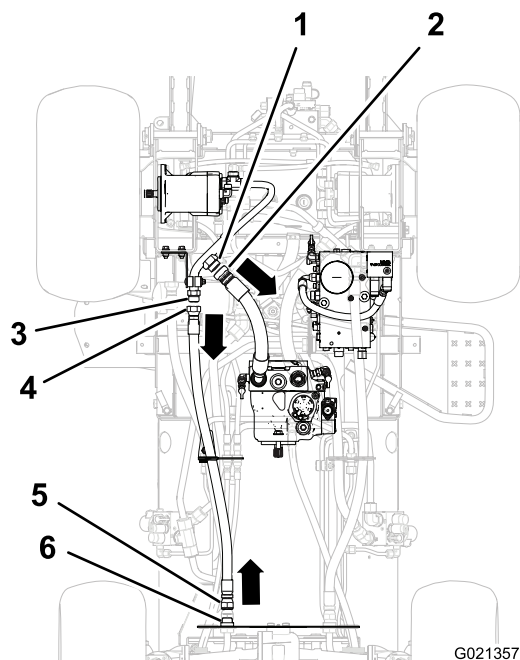

Figure 2
2. Détachez le raccord avant du tube de pression hydraulique du raccord central du tube de diviseur, et laissez couler le liquide hydraulique du flexible et du tube (Figure 2).
4. Séparez le raccord avant du flexible de traction arrière du raccord arrière du tube de diviseur (Figure 2).
5. Séparez le raccord arrière du flexible de traction arrière du raccord de tablier dans le tablier près de essieu de direction (Figure 2).